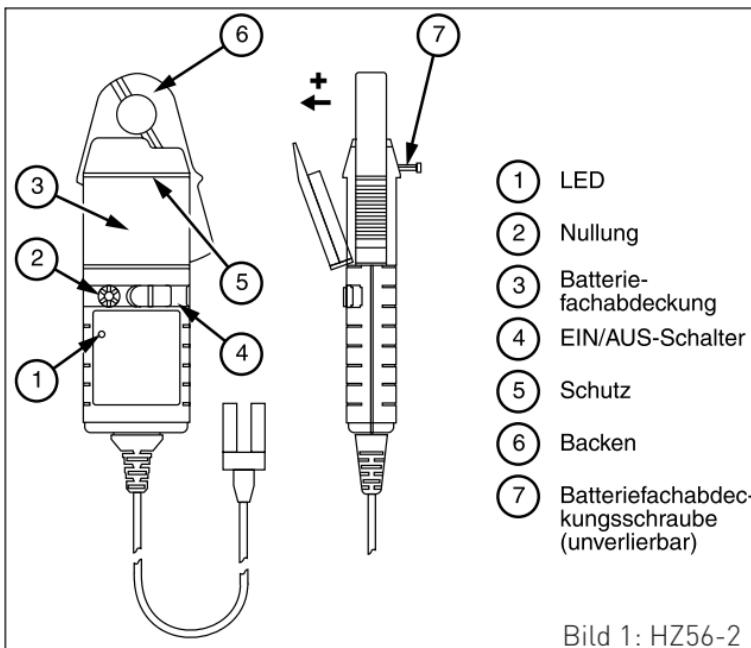

Bild 1: HZ56-2
Zur Vermeidung von Verletzung bei Gebrauch der Stromzange sicherstellen, dass sich die Finger stets hinter dem Schutz befinden, siehe Bild 1. Die Stromzange nicht verwenden, wenn Teile davon, einschließlich Messleitung und Anschlüssen, beschädigt scheinen oder eine Störung des Messgeräts vermutet wird.
Die rote LED blinkt bei Annäherung an die minimale Betriebsspannung. Siehe Abbildung 1.
2. Die unverlierbare Schraube lösen, die die Batteriefachabdeckung befestigt. Die Abdeckung 30° anheben und vom Sondengehäuse wegziehen, siehe Bild 1. Die Batterie ist jetzt zugänglich. Die Batterie ersetzen und die Batteriefachabdeckung wieder anbringen und mit der Schraube befestigen.